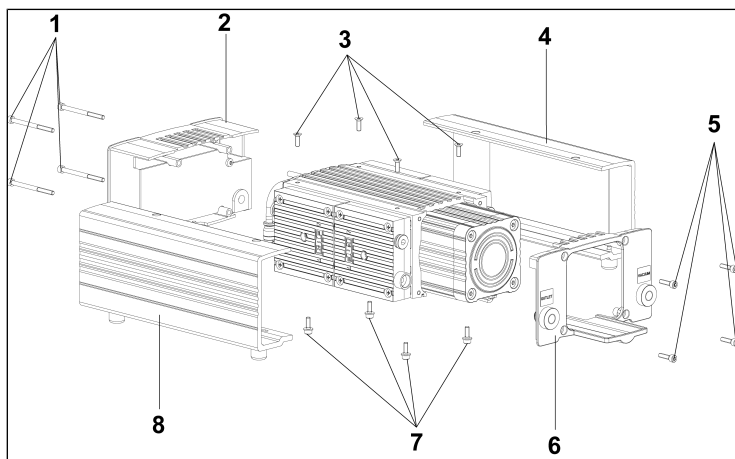

Fig.6: Démontage du corps de pompe
1. Desserrez les vis (1/Fig. 6, 3, 5 et 7) et démontez les pièces du corps de pompe (2/Fig. 6, 4, 6 et 8).
1. Placez les pièces du corps de pompe (2/ Fig. 6, 4, 6 et 8) sur la pompe et serrez les vis (1/ Fig. 6, 3, 5 et 7).